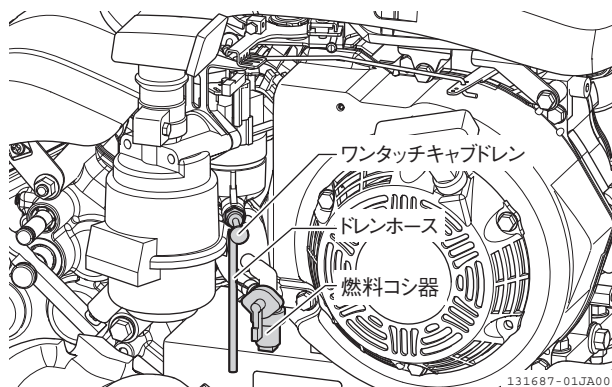

図 4-14 燃料の抜きかた
3. ワンタッチキャブドレンを引いて、キャブレーター内の燃料を抜きます。（図 4-14）